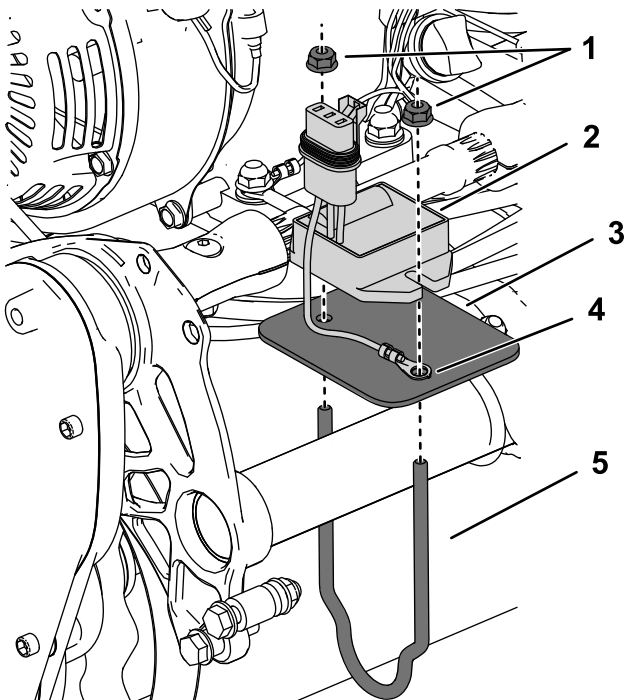

图 1
1. 如图 1 所示用 2 个凸缘螺母将支架、支架面板和调节器安装到后管道架上。
重要事项 将调节器接头的环形端子安装到调节器与支架面板之间图 1。